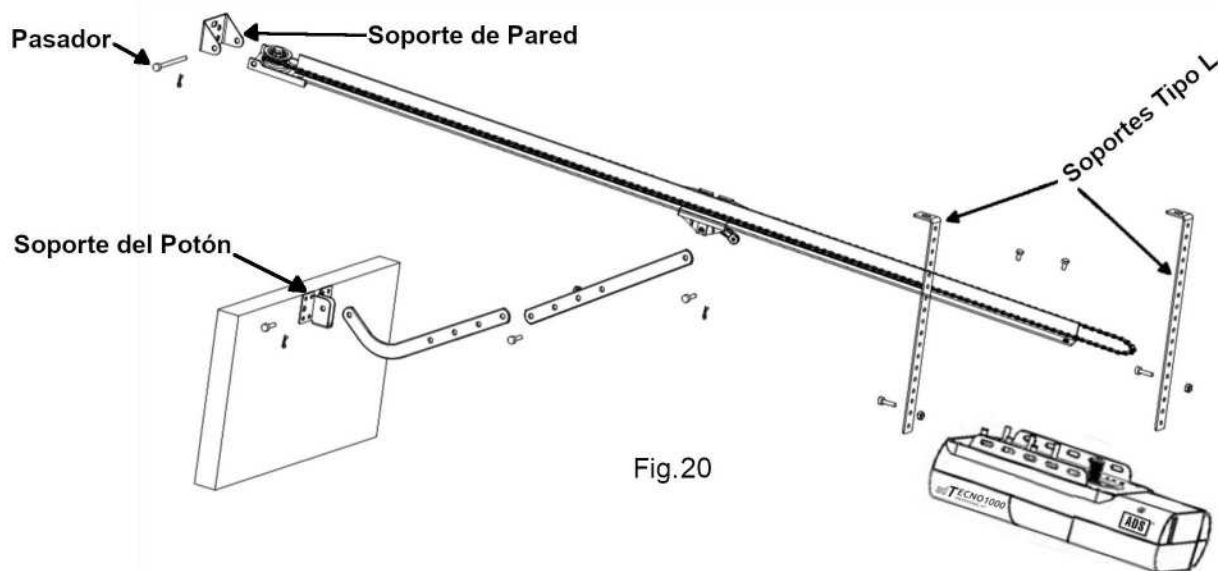
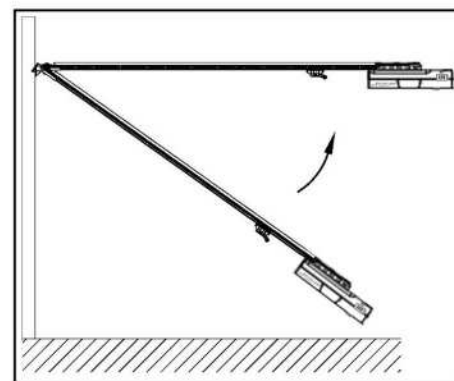

Fig.20
Fig.21
1. Ensamble el Abrepuertas de Garage al Riel "T" de acero tal y como se indica. (Fig. 20)
2. Coloque el Abrepuertas de Garage ensamblado con el Riel de Acero centrado sobre el Piso del Garage, con el Abrepuertas de Garage alejado del Portón. Levante la parte Delantera del Riel hasta el Soporte de la Pared (Fig.20) y Fijelo con el Pasador del Soporte de Pared. (Fig.21)
3. Levante y Apoye el Abrepuertas de Garage con una Escalera, Alinee el Riel con la Línea Central marcada en el Portón, el Riel debe quedar a nivel (Fig.21). Fije el Abrepuertas de Garage y el Riel al Techo mediante los Soportes Tipo "L". (Fig.21)